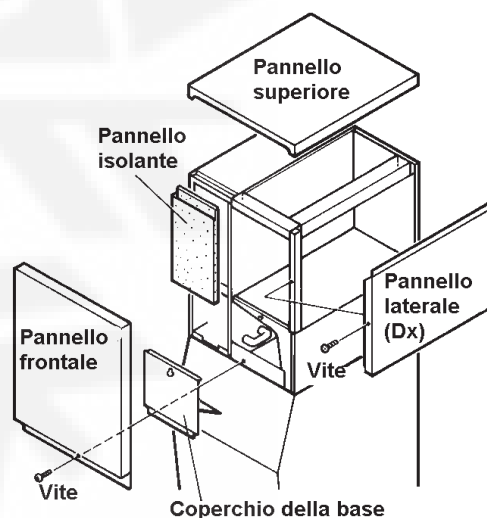

Fig. 1
2. Rimozione dei pannelli (v. Fig. 1)